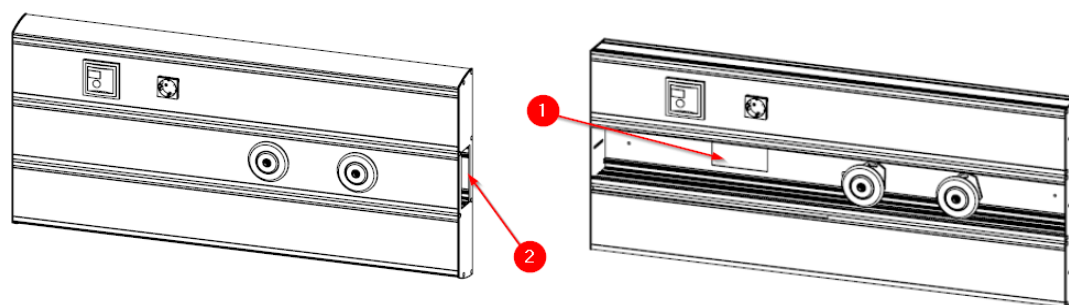

Fig. 1
Existen dos posibilidades en cuanto a la ubicación de las estas entradas, pueden venir en la parte trasera del equipo (1), o bien entrar por los laterales (2). Véase Fig.1.